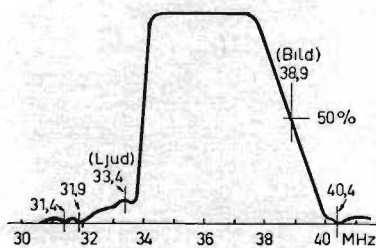

Fig. 3. MF-kurvan med intrimnade spärrfilter.
- 11) Kurvan måste ha det utseende, som visas i fig. 3.